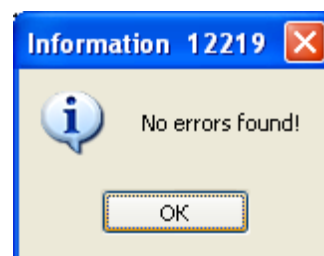

Рисунок 3.9 - Ошибки не найдены!
- При верном заполнении таблицы [10] появится окно с надписью «**No errors found!**» (рис. 3.9).